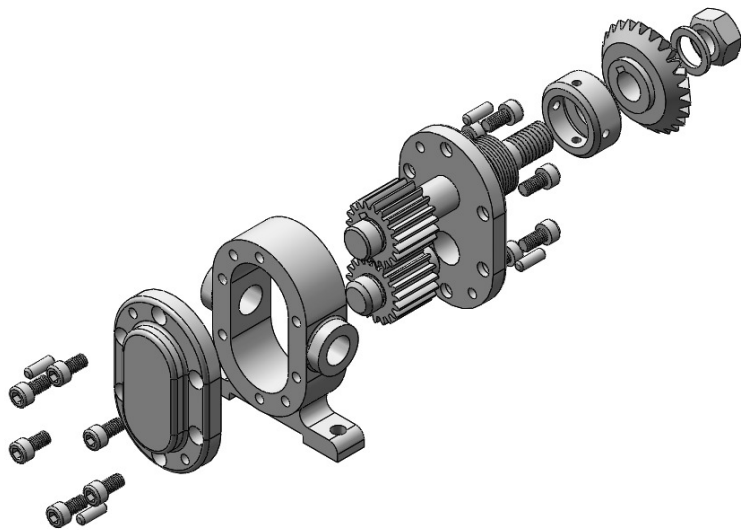

图 7-127 齿轮泵装配体爆炸视图
- (2) 生成齿轮泵装配体爆炸视图,如图 7-127 所示。